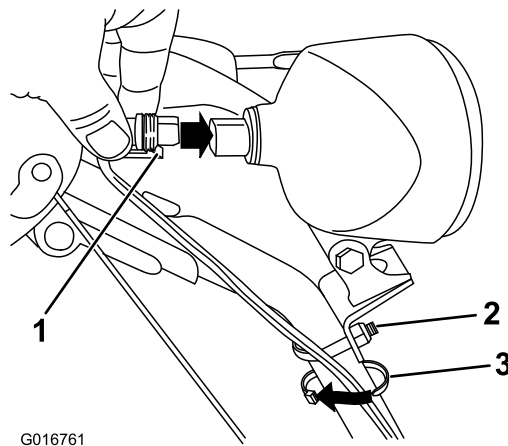

Figure 17
1. Branchez directement le connecteur qui est au bout du fil à l'arrière du phare et enfoncez-le bien en place (Figure 17).
Remarque: Assurez-vous que l'attache en plastique du connecteur se trouve en bas (Figure 17).
2. Attachez un serre-câble (pris dans le sachet de pièces détachées) autour du câble et du guidon à environ 2,5 cm (1") en dessous de l'étrier fileté (Figure 17).